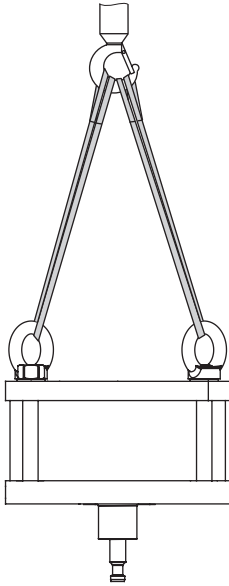

Bild 4: Hebepunkte am Antrieb
- Sicherstellen, dass das zusätzliche Anschlagmittel zwischen Hebeöse und Tragmittel keine Last aufnimmt. Dieses Anschlagmittel dient ausschließlich der Sicherung gegen ein Umschlagen beim Heben. Vor dem Anheben des Stellventils dieses Anschlagmittel straff vorspannen. Die Anschlagmittel am Ventilgehäuse müssen die gesamte Last tragen (vgl. Bild 4).
1. Hebeschlinge an Hebeösen des Antriebs und am Tragmittel (z. B. Haken) des Krans oder Gabelstaplers anschlagen, vgl. Bild 4.
SAMSON empfiehlt, als Tragmittel einen Haken mit Sicherheitsverschluss zu verwenden (vgl. Bild 4). Der Sicherheitsverschluss verhindert, dass die Anschlagmittel beim Heben und Transportieren vom Haken rutschen.